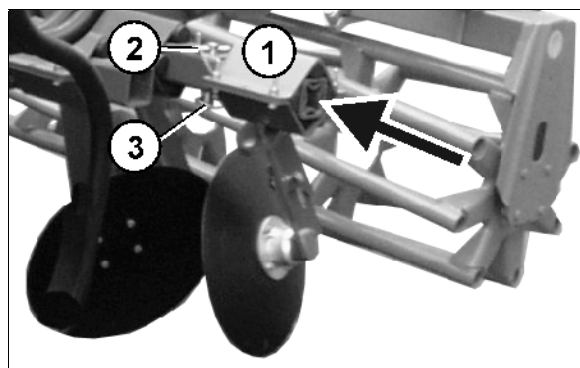

Fig. 35
- Skjut in båda yttertallrikarna (Fig. 35/1) helt och spärra med sprint (Fig. 35/2) och låssprint (Fig. 35/3).